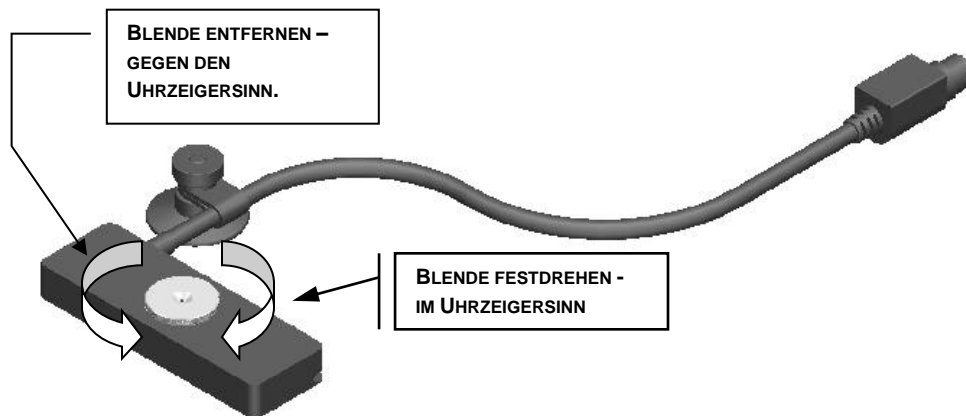

Abbildung 5 LED-Sensorblende
- 5.1.2 Zum Entfernen der Blende ist sie gegen den Uhrzeigersinn zu drehen. (Keine mechanischen Werkzeuge benutzen.) Siehe Abbildung 5.
- 5.1.3 Zum Einsetzen der Blende ist sie von Hand im Uhrzeigersinn in das Gewinde zu drehen, bis ein Druckpunkt zu spüren ist. (Nicht übermäßig fest drehen und keine mechanischen Werkzeuge benutzen.) Siehe Abbildung 5.